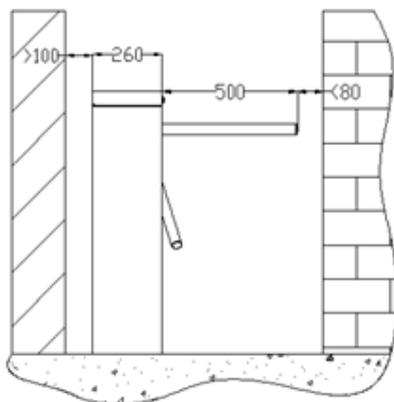

Figura 3-1
Se sugiere usar un pasamanos o valla para formar el canal como se muestra en la figura 3-1.
2. El espacio entre el brazo y la pared u otro tipo de obstáculo no debe de ser mayor a 80mm (vea la figura 3-1).